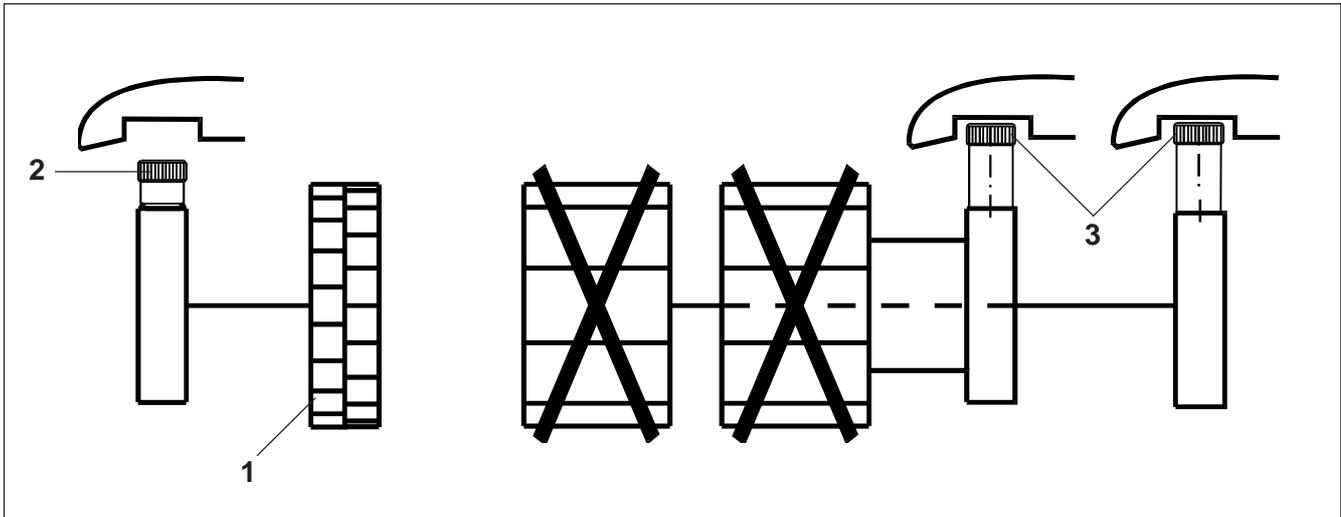

Fig. 20.6
Para sembrar con la rueda de siembra fina (fig. 20.6/1):
- Enroscar el tornillo moleteado (fig. 20.6/2) de la rueda de siembra fina.
- Desenroscar los tornillos moleteados (fig. 20.6/3) de las ruedas de siembra principales.